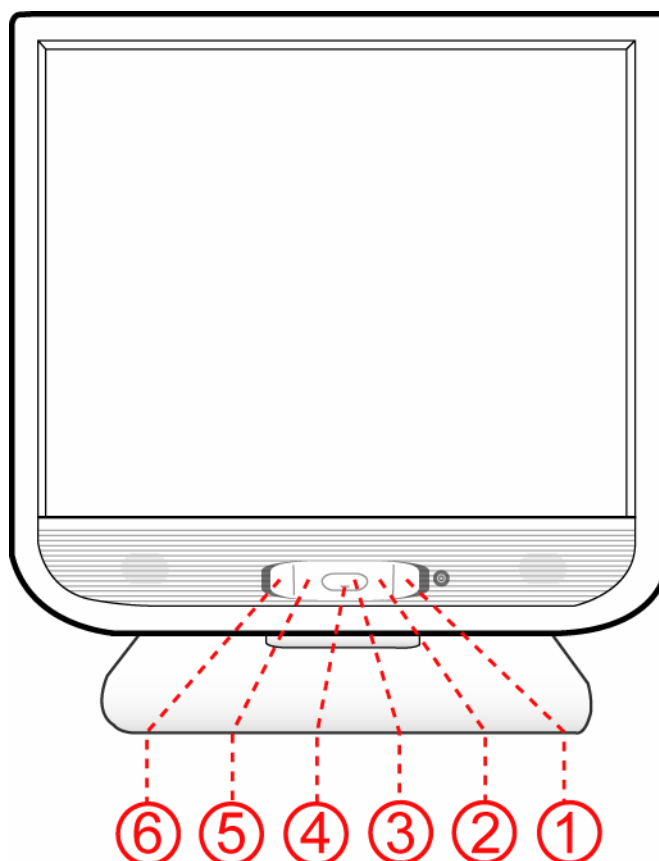

Abbildung 4. Externe Bedientasten
Drücken Sie die Ein-/Aus-Taste, um den Monitor ein- oder auszuschalten. Die übrigen Bedientasten befinden sich vorne am Monitor (siehe Abbildung 4). Durch das Ändern von Einstellungen kann das Bild an Ihre persönlichen Vorlieben angepasst werden.
Helligkeit: Stimmen Sie die Helligkeit durch Benutzung der Knöpfe < oder > (② und ④ in Abb. 4) ab.
Kontrast: Stimmen Sie den Bildschirmkontrast durch Benutzung der Knöpfe < oder > (② und ④ in Abb. 4) ab.
Auto Abstimmung: Die optimale Einstellung für Ihre Bildparameter (Bildposition, Phase, etc.) werden automatisch durch das Benutzen des **MENU** Knopfes (① in Abb. 4) ausgewählt.
Dieses Menü lässt Sie eine voreingestellte Farbtemperatur (**9300K, 6500K**) durch drücken der OSD Knöpfe < oder > (② und ④ in Abb. 4) auswählen. Änderungen in der Farbtemperatur erscheinen sofort auf dem Bildschirm. Wenn Sie gern eigene Farbwerte einstellen möchten, wählen Sie die Option **Benutzer Farben**. Drücken Sie dann den **MENÜ** Knopf (① in Abb. 4) um rot, grün und blau Einstellungen auszuwählen. Stellen Sie den
gewünschten Wert durch Benutzen der Knöpfe < oder > (② und ④ in Abb. 4) ein. Die aktuellen Einstellungen werden automatisch gespeichert, wenn Sie zu der vorherigen Ebene zurückkehren oder das OSD Menü verlassen.